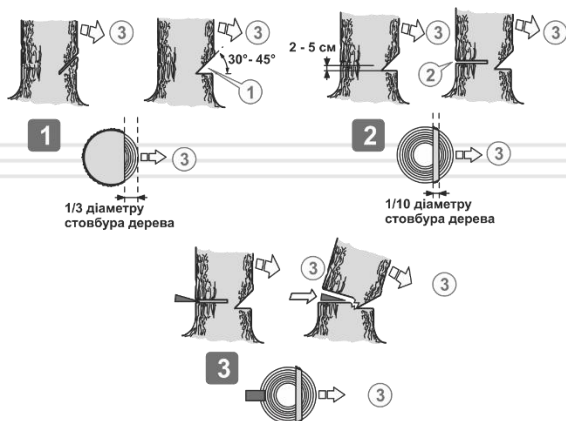
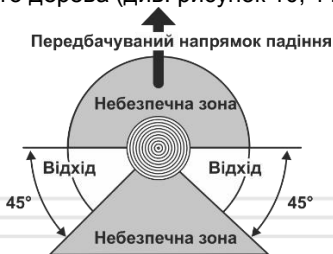

Рисунок 10. Види різу для валки дерева
Рисунок 11 Напрямок падіння.
4. Підготуйте шлях відходу, який повинен бути спланований з урахуванням напрямку падіння спиляного дерева (див. рисунок 10, 11).
6. Почніть пиляти дерево з того боку (3, рис.10), куди воно має впасти (див. рисунок 11). Зробіть клиноподібний розпил (1, рис.10) під кутом 30–45 градусів, глибина якого приблизно дорівнює 1/3 від товщини стовбуру. Валочний розпил (2, рис.10) зробіть з протилежного боку від клиноподібного розпилу, помістивши зубчастий упор бензопили на стовбур на 2,5–5 см вище нижнього краю клиноподібного розпилу. Завершіть розпилювання тоді, коли до внутрішнього краю клиноподібного розпилу залишиться приблизно 1/10 діаметра стовбуру.